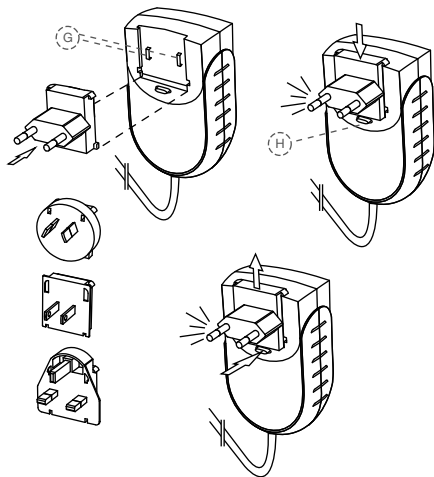

图 4 电源和适配器
1. 选择与您的电源相匹配的插头适配器(如图 4)。
2. 将所需的插头适配器插到电源装置的两个触头(图 4, G)上,并朝锁扣方向按压适配器(图 4, H),直到卡住适配器。更换插头适配器时,必须按压锁扣。